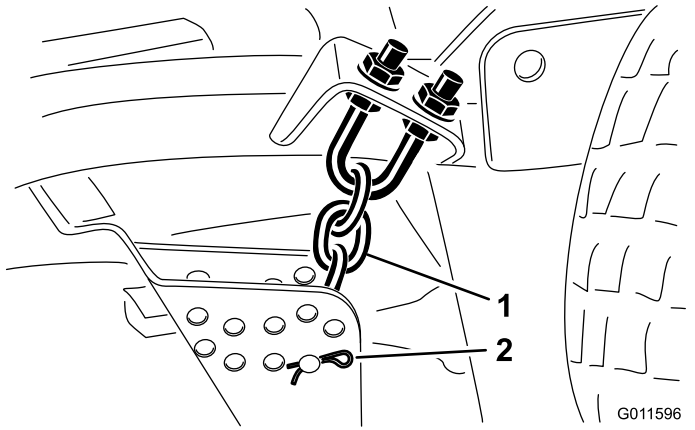

Figura 19
- Retire o perno de gancho e pino de segurança que fixam as correntes da altura de corte à traseira da plataforma do cortador (Figura 19).